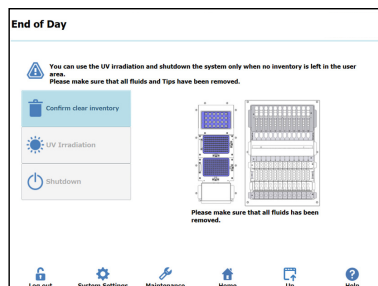

Abbildung 18: Bildschirm „End of Day“ (Tagesende)
26. Auf der Startseite „End of Day“ (Tagesende) wählen. Es wird der folgende Bildschirm angezeigt (siehe Abbildung 18).